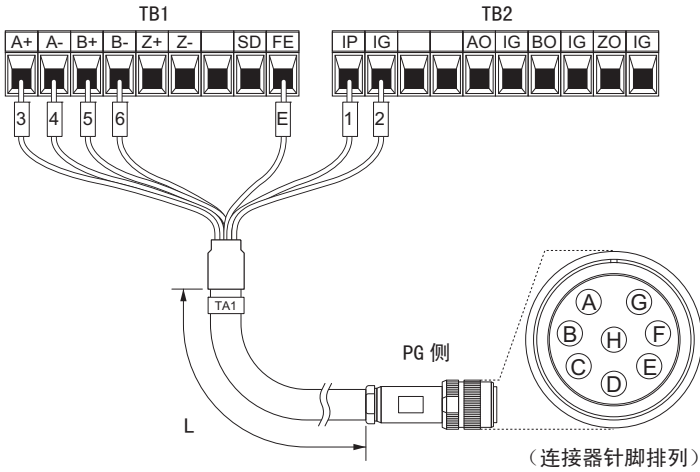

图 92 专用 PG 电缆的接线示例
5. 请连接选购卡的端子排和 PG。详情请参照图 89 和图 92。关于端子的详细内容，请参照“端子的功能”（119 页）。
关于与本公司推荐的 PG（LMA-□□B-S185Y，补码输出）接线时使用的专用 PG 电缆的规格及接线示例，请参照图 92。